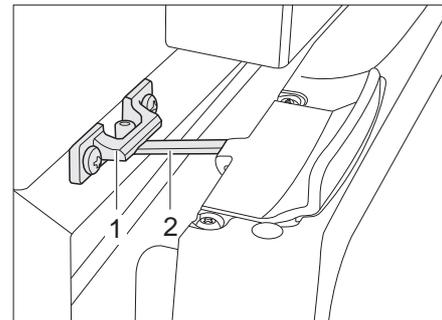

Bild 247 Kälteboxtür in Lüftungsstellung (Thetford)
- Verriegelung (Bild 247,2) aufklappen und in der Verriegelungsaufnahme (Bild 247,1) einrasten. Die Kälteboxtür bleibt damit leicht geöffnet.